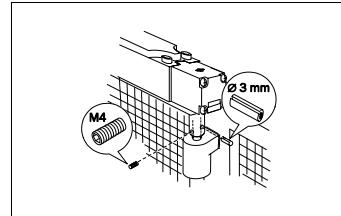

Abb. 2: Sicherstellung des Formschlusses zwischen Schaltwelle und Scharnier
- Schaltwelle des Sicherheitsschalters und Scharnier mit Madenschraube M4 und Passsstift Ø 3 mm verbinden (siehe Abb. 2).